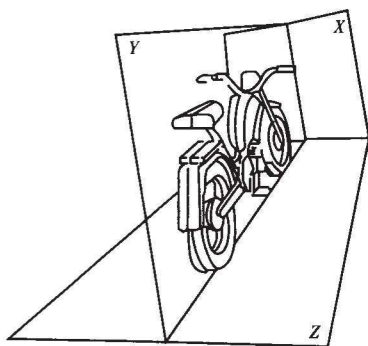

图 1-3 基准平面
(1) 基准平面:基准平面为三维正交坐标系中的  $X$ 、 $Y$ 、 $Z$  平面,如图 1-3 所示。其中, $Z$  为水平面; $Y$  为铅垂平面(纵向); $x$  为垂直于  $Y$  和  $Z$  的平面(横向铅垂平面)。